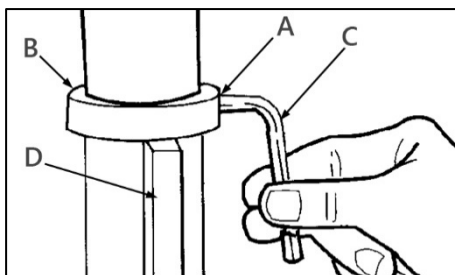

Рисунок 4.
Ослабьте установочный винт (А) (рис. 4) на зажимном кольце (В) при помощи 3 мм шестигранного ключа (С), снимите кольцо (В) и зубчатую рейку (D) с колонны.
Установите зажимное кольцо (В) (рис. 4), затяните установочный винт (А) при помощи шестигранного ключа 3 мм (С), чтобы зубчатая рейка (D) могла перемещаться при повороте стола влево или вправо вокруг колонны. Кольцо должно сидеть на зубчатой рейке свободно, перпендикулярно вертикальной оси. Затяните установочный винт достаточно, чтобы только удерживать кольцо на месте, иначе деталь может сломаться.